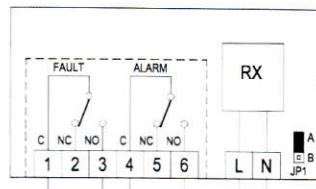
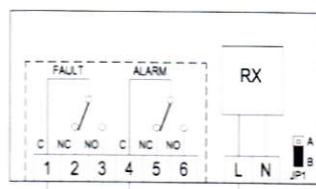

Fig. 9
Fig. 10
- 7** Efectuați branșamentele urmănd schema de branșare din Fig. 9 și 10 și paragraful "Branșamente / Legături electrice".
Urmăți schema de conectare redată în Fig. 9 sau 10. Bornile L și N alimenteză receptorul și sunt conectate la tensiunea de rețea de 230 V ~ cu nulul pe borna N. Terminalele 1, 2 și 3 sunt contacte tip SPDT ale releului corespunzător ieșirii de Avarie (FAULT).
În exemplul din Fig.9 se arată cum să se conecteze o electrovanie normal deschisă (N.O.), care va fi alimentată când ieșirea "alarmă" este activată adică atunci când transmițătorul trimite la receptor comanda de "alarmă" folosind contactul N.A. al releului programat cu logică directă (jumper JP1 pus pe A). În exemplul din Fig.10 se arată cum să se conecteze o electrovanie normal închisă (N.C.) care în absență situatiei de alarmă de la detectoarele transmițătoare va fi permanent alimentată. Se folosește contactul N.O. al releului "alarmă" care însă e programat cu logică inversă (conectorul jumper JP1 pus pe B). Când transmițătorul trimite receptorului